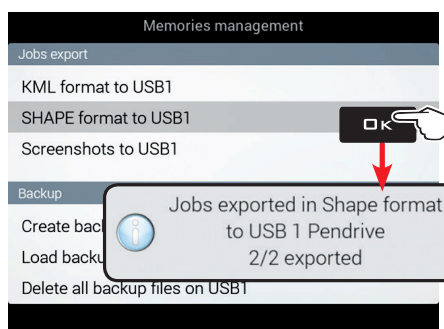

Fig. 281
- Välj punkten **SHAPE format to USB 1** (Fig. 281) och tryck **OK**.